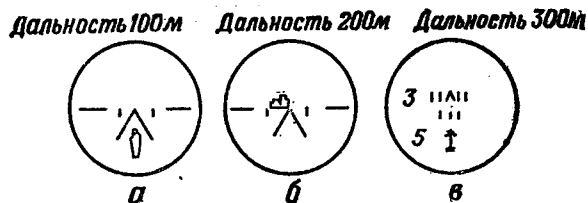

Рис. 79. Определение дальности с помощью шкалы сетки ночного прицела:
1. Величина изображения в прицеле НСП-3 перебегающего солдата (рис. 79, а) равна высоте угольника — дальность до цели 100 м, так как угольник по высоте на дальность 100 м перекрывает 160 см (на 200 м — 320 см, на 300 м — 480 см и т. д.).
2. Пулемет противника (рис. 79, б) помещается между вершиной угольника и вертикальным делением — дальность до цели 200 м, так как угловая величина между этими делениями равна четырем тысячным, а ширина це-
3. Танк противника (рис. 79, в) помещается между основанием вертикального деления и вершиной угольника, обозначенного цифрой 5, — дальность до цели 330 м, так как угловая величина танка соответствует угловой величине на сетке прицела, отвечающей дальности прямого выстрела.